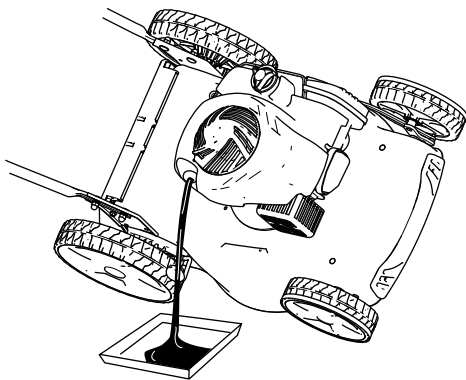

Figura 25
4. Ponga la máquina de lado (de modo que el filtro de aire quede hacia arriba) para drenar el aceite usado a través del tubo de llenado de aceite (Figura 25).
10. Observe en la varilla el nivel de aceite (Figura 25).